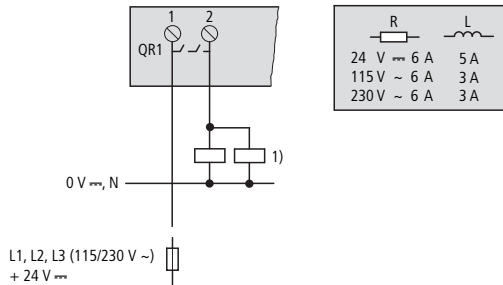

Figure 14 : Sortie à relais redondante ES4P-221-DM..
- utiliser la sortie à relais à redondance interne QR1 (ES4P-221-DM...), → figure 14, page 51.